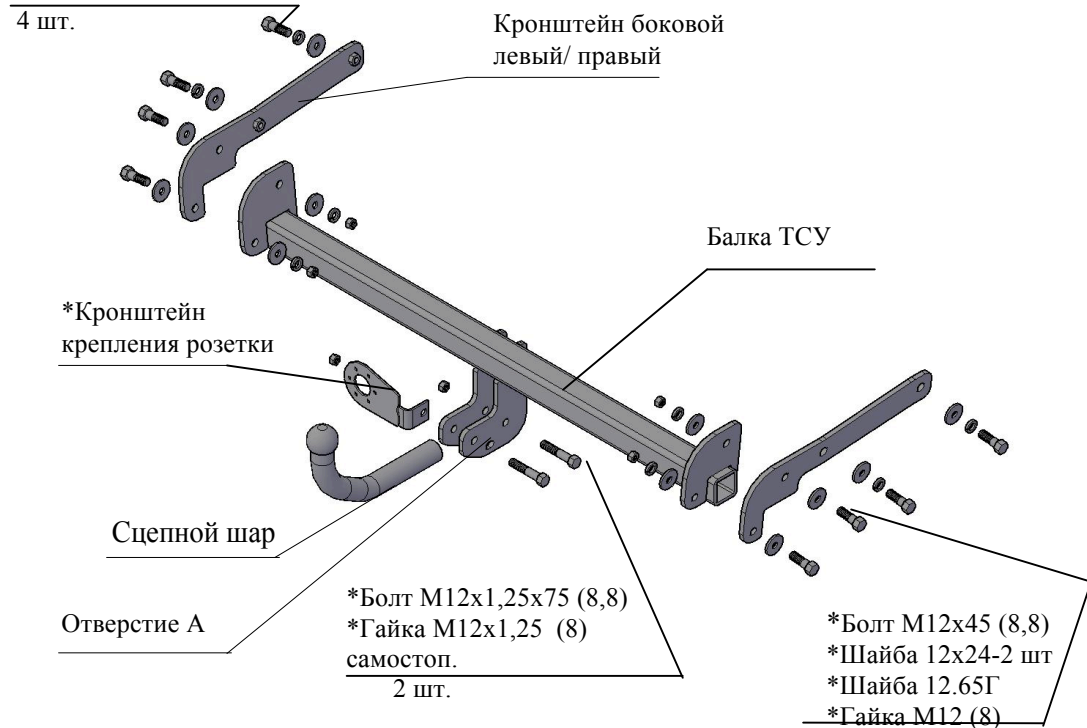

Рис.1 Тягово-сцепное устройство ТСУ 7910 4 шт.
2.1 ТСУ 7910 в сборе (рис.1)	1 шт.
2.2 Пакет с комплектующими (см. рис.1)	1 шт.